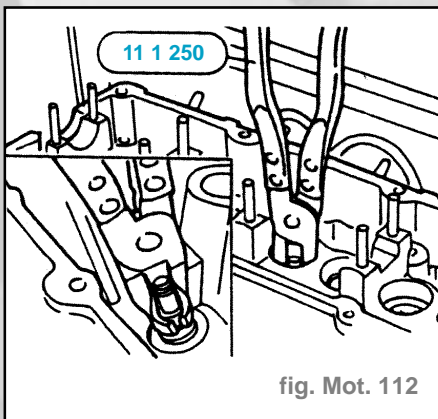

fig. Mot. 112
- Extraire les joints de queue de soupape à l'aide de l'outil **11 1 250** (fig. Mot. 112).